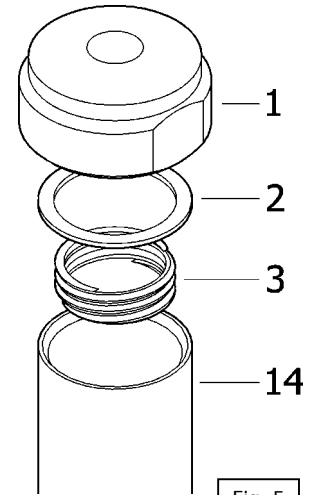

Fig. 5
2. Unscrew the top cover (1) from the pump tube (14) and check the top spring (3) (fig. 5). Replace if damaged.
2. Desenroscar la tapa superior (1) del tubo bomba (14) y comprobar el muelle superior (3) (Fig. 5). Sustituir en caso de deterioro.
2. Desserrer la cassolette (1) du tube de la pompe (14) et vérifier l'état du ressort supérieur (3) – (Fig.5) pour le remplacer si nécessaire.